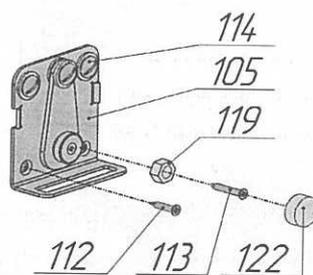

Рис.14.1 Закрепление при установке механизма на ЛЕВОМ щите короба
ЩЕЛЧКА МЕХАНИЗМА) вертикальном положении совпадает с кромками боковин поз.41,42 (рис.1.2), регулировка механизма не требуется. Можно провести его окончательное закрепление саморезами поз.112 и 113, подложив под саморез поз.113 гайку поз.119 (рис.14.1, 14.2). Надеть на гайку колпачок поз.122. В зависимости от стороны, с которой установлен механизм фиксации поз.105, саморезы расположить в соответствии с рисунками 14.1 или 14.2.
18. При необходимости регулировки фиксированного положения, расслабить винты поз.114 (рис.14.1 и 14.2). Сместить в нужном направлении механизм фиксации поз.105. Затянуть винты поз.114. Повторить поднятие рамы и закрывание. После окончания регулировки закрутить саморезы поз. 112 и поз.113, подложив под саморез поз.113 гайку в соответствии с рисунками 14.1 или 14.2. Надеть на гайку поз.119 колпачок поз.122 (рис.14.1 или 14.2).